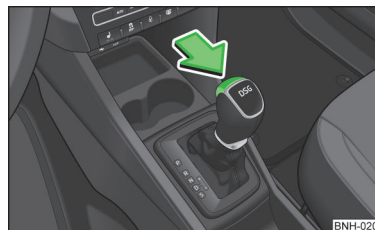

Fig. 92
Înainte de cuplarea regimului **S** din regimul **D** trebuie să se apese tasta de blocare în direcția săgeții » fig. 92.
» Acționați pedala de frână și apăsați concomitent tasta de blocare în direcția săgeții » fig. 92 la pagina 101.
- Apăsați tasta de blocare în sensul săgeții » fig. 92 la pagina 101 și mențineți-o apăsată.